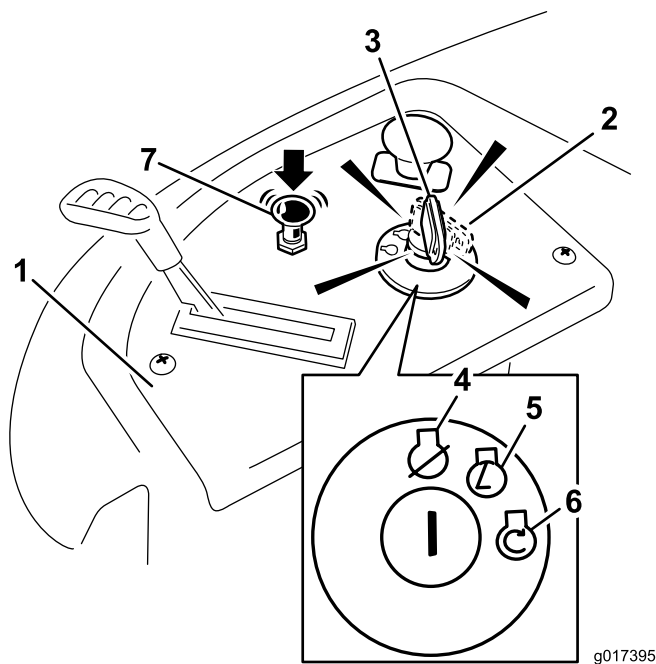

Figura 13
4. Gire la llave de contacto a Arranque para activar el motor de arranque (Figura 13).
5. Cuando el motor haya arrancado, empuje el control del estérter hacia abajo (Figura 13).
4. Gire la llave de contacto a la posición de Desconectado (Figura 13) y retire la llave.